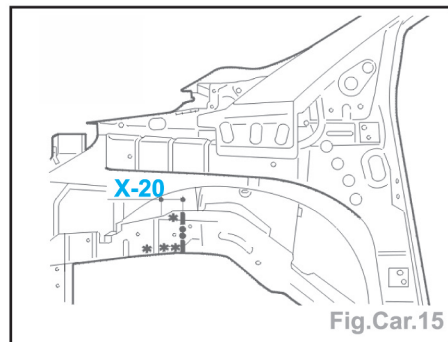

Fig.Car.15
- Tracer, puis découper (coupe provisoire) (Fig.Car.15).